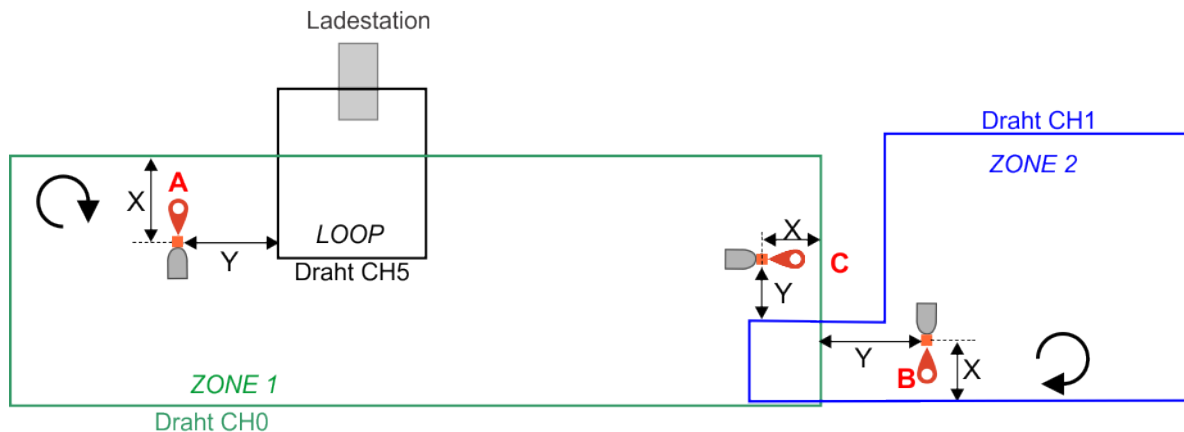

Abbildung 161: Anfahren und Verlassen per GPS
16. Positionieren Sie den Roboter an der gewünschten Stelle in ZONE 1. Dies muss sich auf die für ZONE 1 definierte Rückkehrrichtung beziehen. In diesem Beispiel ist dies im Uhrzeigersinn  wie in Abbildung 161: Anfahren und Verlassen per GPS (Seite 135) gezeigt. X muss > 5 m sein. Y muss > 10 m sein. Der Roboter muss in Richtung Draht fahren.
20. Positionieren Sie den Roboter an der gewünschten Stelle in ZONE 1. Dies muss sich auf die für ZONE 1 definierte Rückkehrrichtung beziehen. In diesem Beispiel ist dies im Uhrzeigersinn (CW) wie in Abbildung 161: Anfahren und Verlassen per GPS (Seite 135) gezeigt. X muss > 5 m sein. Y muss > 10 m sein. Der Roboter muss in Richtung Draht fahren.
26. Positionieren Sie den Roboter an der gewünschten Stelle in ZONE 2. Dies muss sich auf die für ZONE 2 definierte Rückkehrrichtung beziehen. In diesem Beispiel ist dies im Uhrzeigersinn wie in Abbildung 161: Anfahren und Verlassen per GPS (Seite 135) gezeigt. X muss > 5 m sein. Y muss > 10 m sein. Der Roboter muss in Richtung Draht fahren.